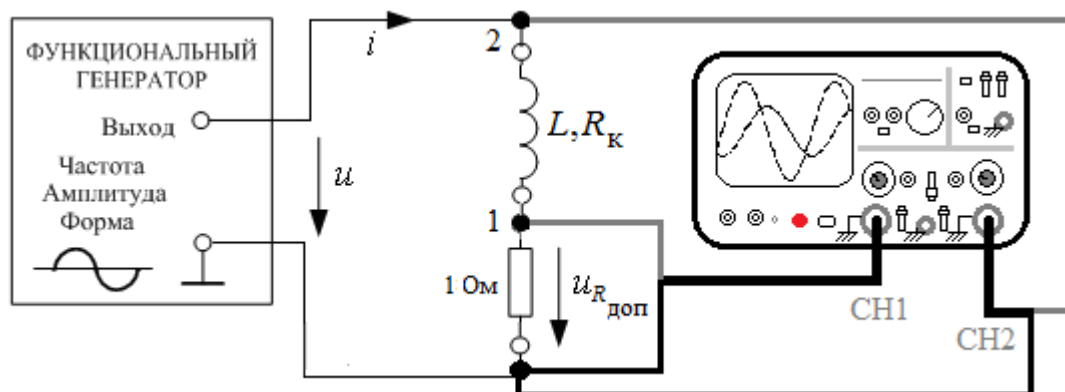

Рис. 1.3П
- Собрать цепь по рис. 1.3П, поменяв катушку L_a на неидеальную катушку L ($L=30$ мГн; $R_k=30$ Ом) из модуля **РЕАКТИВНЫЕ ЭЛЕМЕНТЫ**. Получить на экране **ОСЦИЛЛОГРАФА** изображения кривых мгновенных значений напряжения и тока. Полученные изображения занести в отчет.